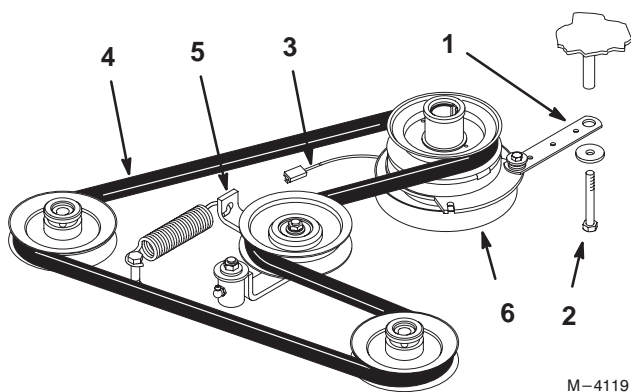

Abbildung 52
2. Die Schraube vom Kupplungsriemen entfernen und das Elektrokabel der Kupplung abziehen (Abb. 52).
3. Die federbelastete Führungsrolle zur Seite ziehen. Den Radantriebsriemen vom Motor und von den Hydraulikpumpenscheiben abnehmen (Abb. 52).
4. Einen neuen Riemen an Motor- und Hydraulikpumpenscheiben anbringen (Abb. 52).
5. Die federbelastete Führungsrolle zur Seite ziehen und den Riemen ausrichten. Den Druck von der federbelasteten Führungsrolle nehmen (Abb. 52).